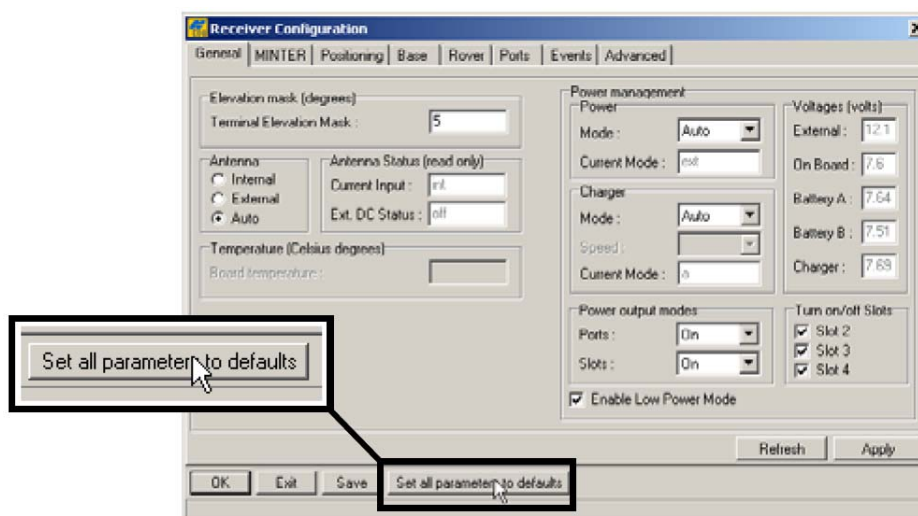

Рисунок 3-9. Принять начальные значения для всех параметров
6. Щелкните на кнопке *Set all parameters to defaults (Принять начальные значения для всех параметров)*, см. рис. 3-9.